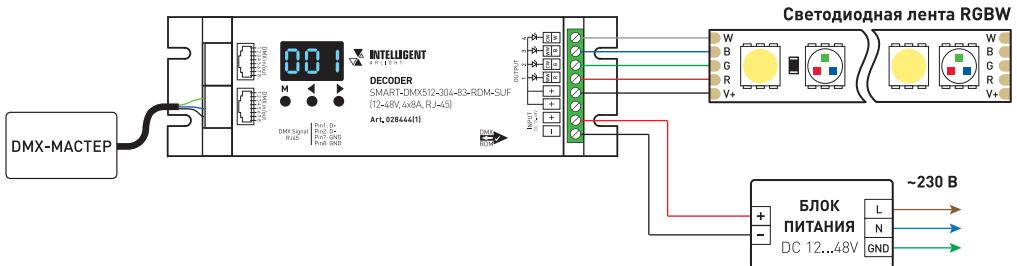

Рис. 1. Схема подключения декодера SMART-DMX512-304-83-RDM-SUF
- Подключите декодер согласно схеме на рис. 1.